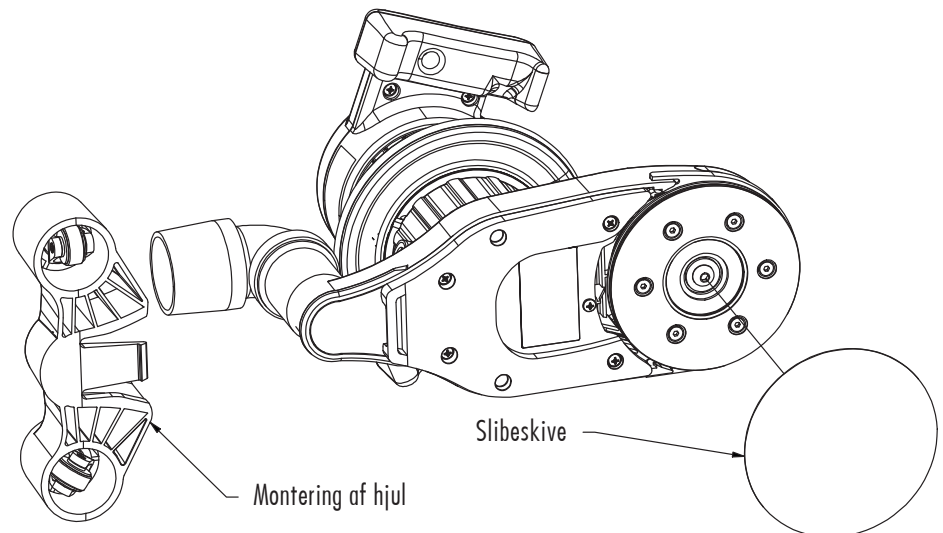

Figur 3
1. Monter den medfølgende 40 mm (1-1/2") drejemanchet på slangen (figur 3) ved at skrue manchetten fast på slangen mod urets retning.
2. Skub den drejelige manchet på basen med en skruebevægelse (figur 3).